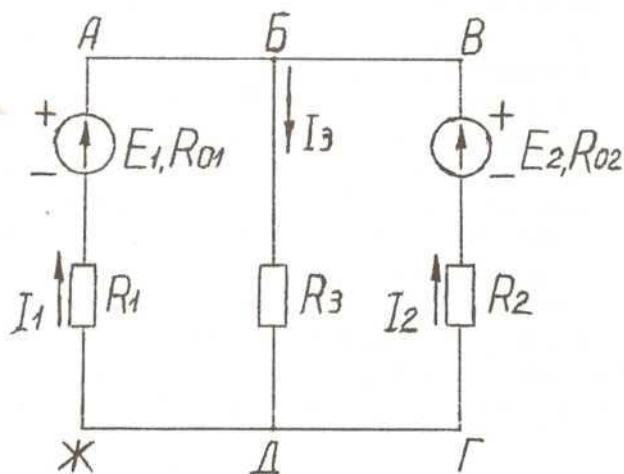

Рис.7
На рис.7 изображена схема сложной электрической цепи. ЭДС источников энергии $E_1=180$ В, $E_2=96$ В, их внутренние сопротивления $R_{01}=R_{02}=0,8$ Ом, сопротивления резисторов $R_1=9,2$ Ом, $R_2=19,2$ Ом, $R_3=25$ Ом.
- 1) Обозначим контуры сложной электрической цепи (рис.7).
- 2) На схеме (рис.7) показываем направление токов I_1, I_2, I_3 .
Ток I_2 получился отрицательным, значит, первоначально указанное направление этого тока на схеме (рис.7) было неверным, его надо изменить на противоположное.
Проверяем правильность определения токов в сложной цепи (рис.7) при помощи первого и второго законов Кирхгофа методом узлового напряжения. В этом методе все токи направляются от одного узла (Δ) к другому (Γ) (рис.7а).
Рис.7а
Так как токи I_2 , I_3 получились отрицательными, их направление, указанное на рис.7а, должно быть изменено на противоположное – от узла Б к узлу Д. Значение и направление токов